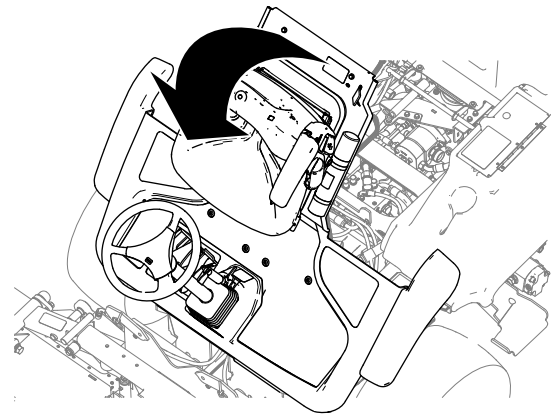

Figura 43
2. Eleve la plataforma (Figura 43).